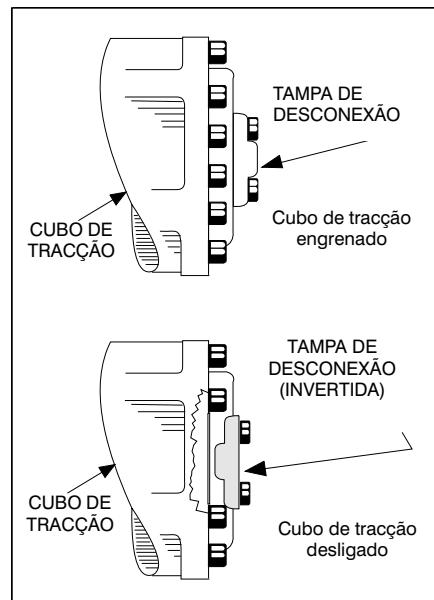

Figura 4-5. Cubo de tracção desligado
2. Desengrenar os cubos de tracção, invertendo a tampa de desconexão. (Ver Figura 4-5.) Após o reboque da máquina, proceder conforme indicado a seguir:
3. Engrenar novamente os cubos de tracção, invertendo a tampa de desconexão. (Ver Figura 4-5.)